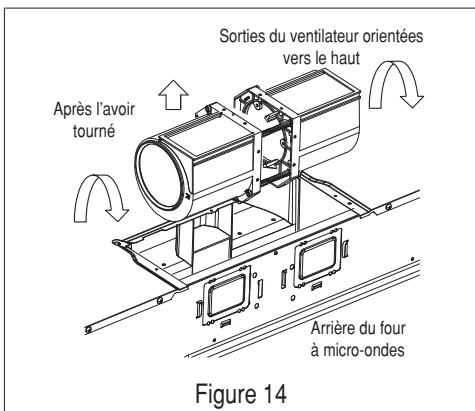

Figure 14
- Tournez le ventilateur afin que les sorties soient tournées vers le haut. Voir la figure 14.